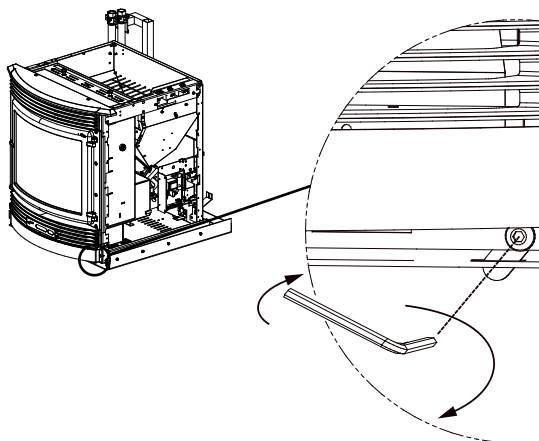

рис. 30
9. Закрепить планку поддержки гибких шлангов, как показано на рис.30, при помощи болта М5 х 16, соответствующей оцинкованной гайки М5 и саморезующего воронёного винта 3.9 х 22 (последний должен быть откручен, т.к уже использован для крепления дымоотводного канала).